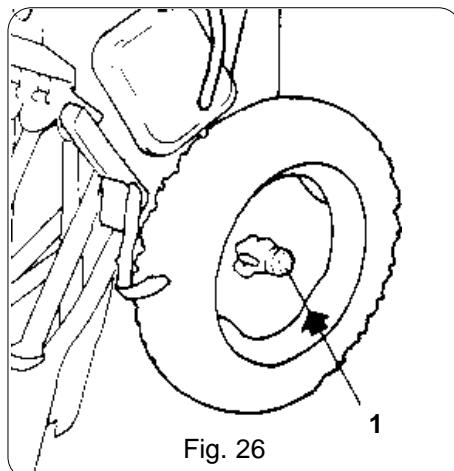

Fig. 26
1. Boccole delle ruote (rimuovere il coperchietto a pressione senza filettatura) (Fig. 26).
1. Wheel bushing (remove the threadless pressure hubcap): solid calcic grease (Fig.26)